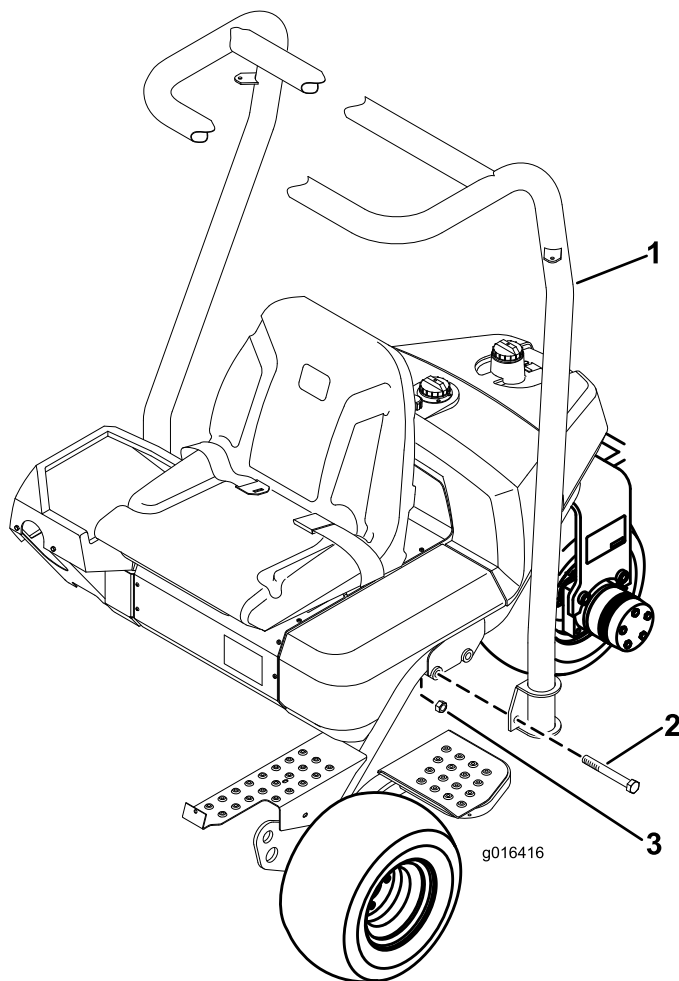

図 7
1. ROPS の上部の湾曲部が機体の前方を向くようにROPSを配置する (図 7)。
2. ROPS をフレームの上に降ろし、取り付け穴に整列させる (図 7)。
3. ROPS の左右それぞれをフレームに固定する；ボルト (2本) (5/8 x 4-1/2 インチ) と、ロックナットを 図 7 のように使用する。135-165 ft-lb (183-223 N-m = 18.7-22.8 kg.m) にトルク締めする。